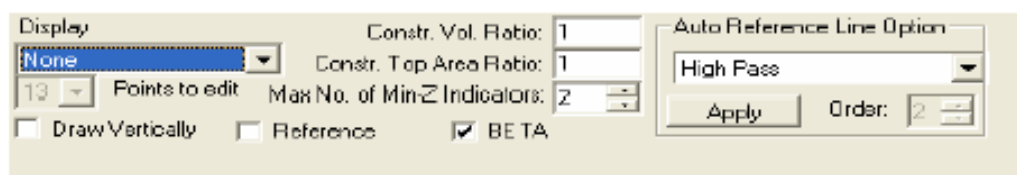

图 15：侧剖面分析中特有的输入/调整窗口
d. 侧剖面输入窗口用于输入与桩身侧剖面有关的参数并生成一个侧剖面（参见图 15），如施工体积比等。